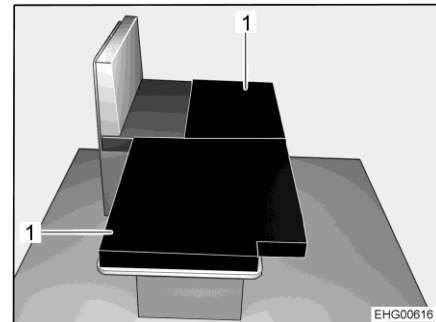

Bild 34 Nach dem Umbau
- Die beiden Zusatzpolster (Bild 34,1) wie abgebildet auf den abgesenkten Tisch legen.